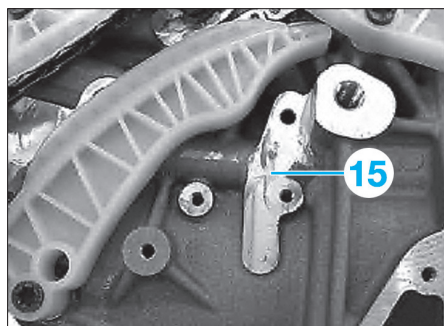

Fig. 20
- Nettoyer le plan de joint (15) (Fig.20).